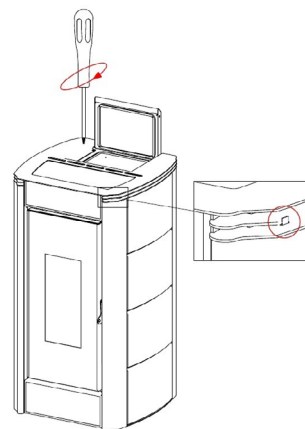

Fig. 28 - Het deksel plaatsen
- Het deksel opnieuw op de tanden plaatsen (zie Fig. 28 op pag. 20).